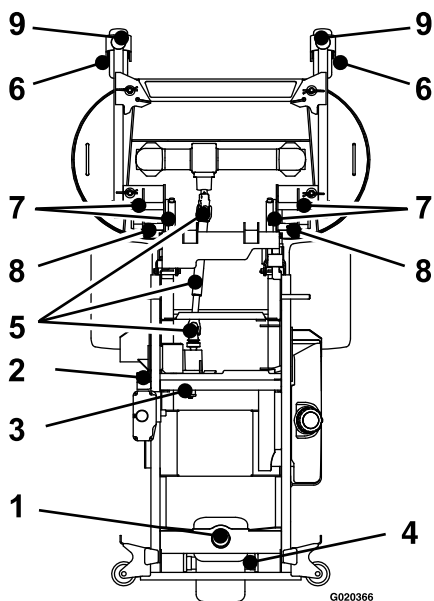

Figura 29
- Lubrificate il braccio di rinvio della cinghia della pompa (Figura 29).